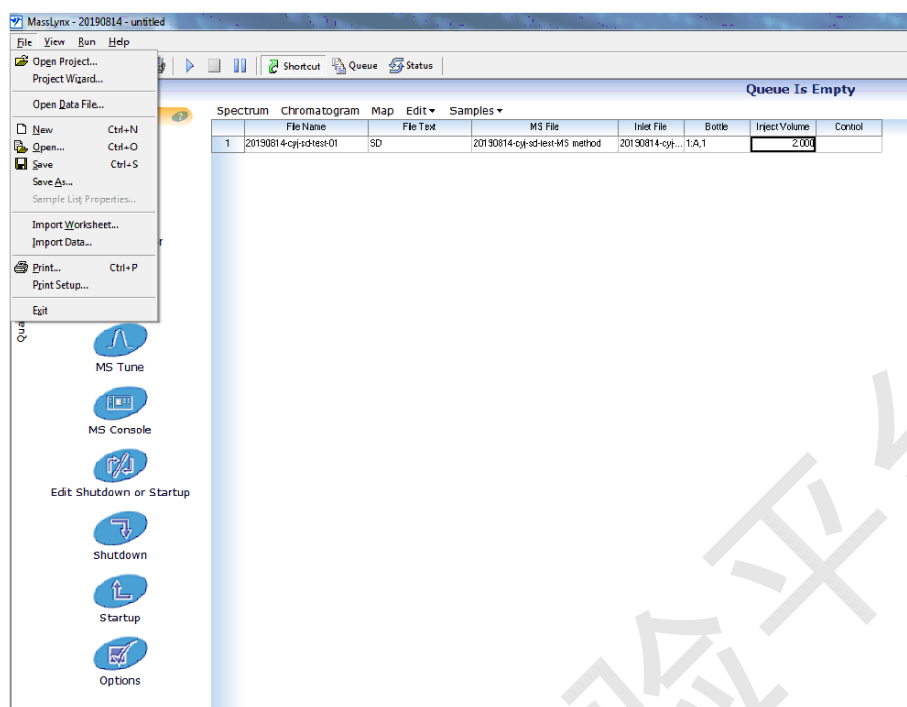

图 5.1 完成的方法序列保存界面
Step1: 如图 5.1, 核对方序列中的方法和其他信息无误后, 保存序列。File - Save, 弹出 5.2 对话框。